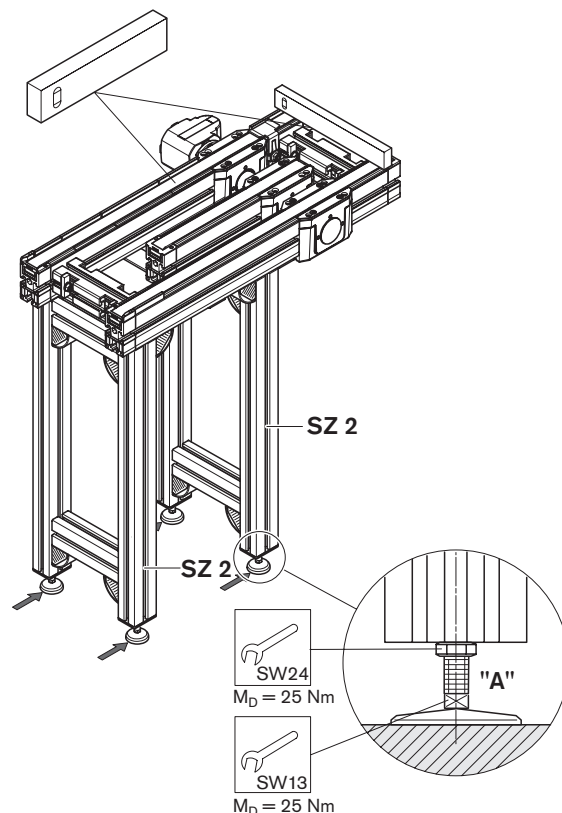

Fig. 7
Dopo l'allineamento fissare con dado esagonale "A". (Fig. 7)
- 2 Alinear longitudinal y transversalmente. Ajustar, para ello, el husillo de las patas articuladas. Después del alineamiento fijar con la tuerca hexagonal "A". (Fig. 7)
- 2 Alinhar no comprimento e na largura e instalar o fuso conforme os pés articulados. Depois do alinhamento, prender com a porca sextavada "A". (Fig. 7)